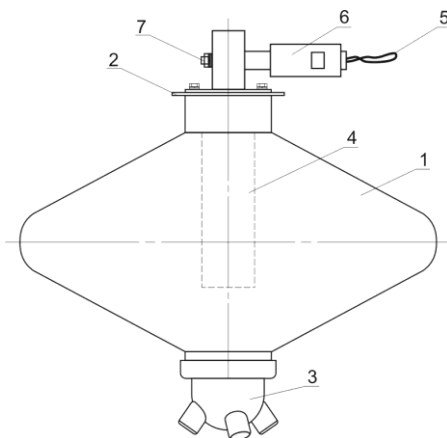

Рис. 2 – Конструкция МПП «Гарант-12КД-ВЗ».
4.1. Конструкция МПП «Гарант-12КД-ВЗ» приведена на рис. 2.
6.6.3. Отвинтить муфту, поз.6 (рис.2), вывинтив из нее гайку на 3-4 витка резьбы.